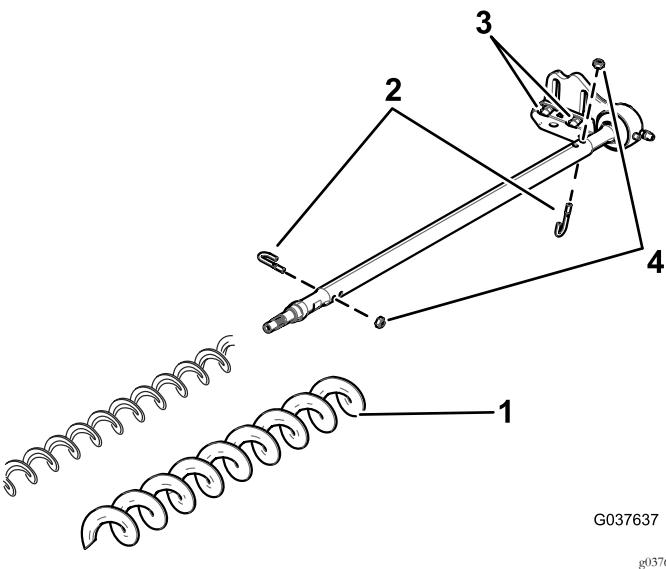

Figure 18
- Serrez les contre-écrous des boulons en J à un couple de 2 à 3 N·m ; voir Figure 18.